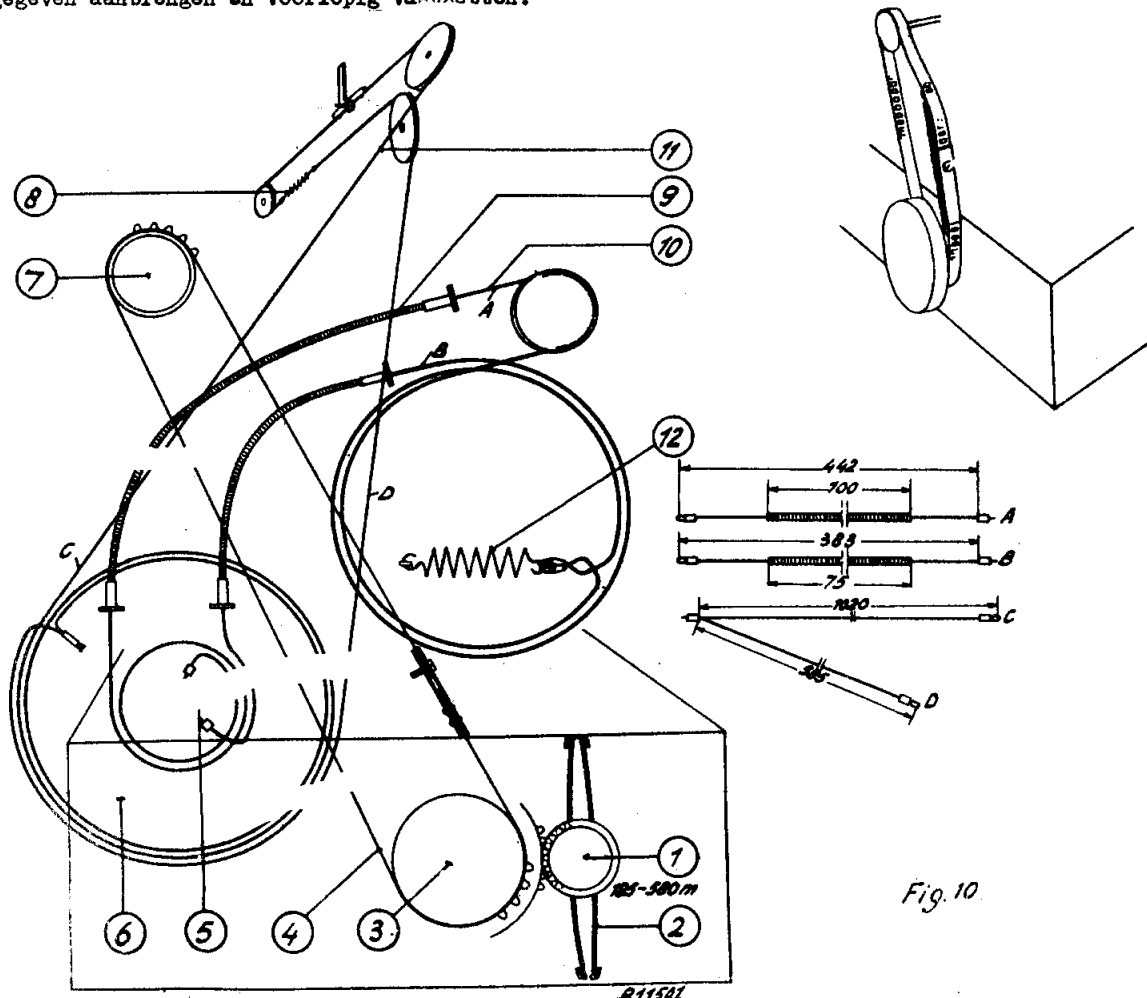

Fig. 10
De aandrijving is in fig. 10 weergegeven waarin ook de lengten van de verschillende snaren zijn aangegeven. De condensator is in stand voor maximum capaciteit. De golfgebiedschakelaar staat op M.G.
3. Een nieuwe aandrijfstrip als in fig. 10 aangegeven aanbrengen en voorlopig vastzetten.